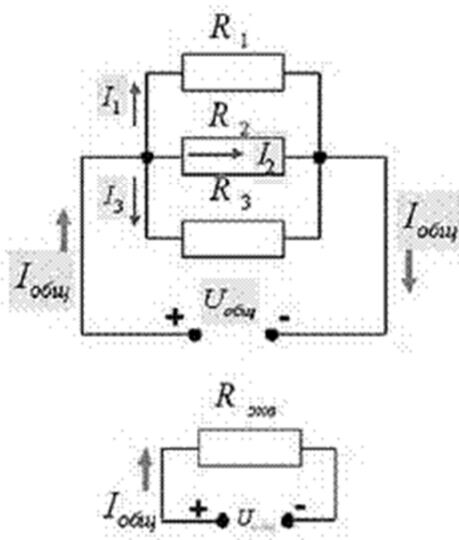

Рисунок 2 – Параллельное соединение приемников электроэнергии
- Постройте в масштабе векторные диаграммы тока и напряжений для каждого из рассмотренных случаев рис. 2.
Параллельным соединением приемников (рис.2) электрической энергии называется соединение, при котором начала всех ветвей электрической цепи присоединяются к первому узлу, концы этих же ветвей присоединяются ко второму узлу.